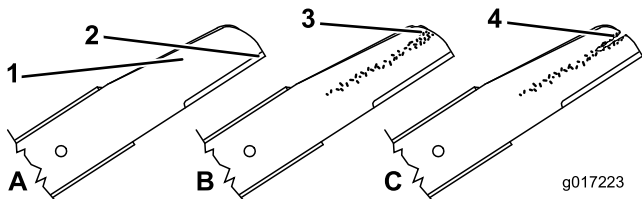

Figura 42
1. Inspeccione los filos de corte (Figura 42). Si los filos de corte no están afilados o tienen muescas, retire las cuchillas y haga que las afilen o cámbielas.
2. Inspeccione las cuchillas, especialmente la parte curva (Figura 42). Si observa cualquier daño o desgaste, o la formación de una ranura en esta zona, cambie la cuchilla inmediatamente por una cuchilla nueva.